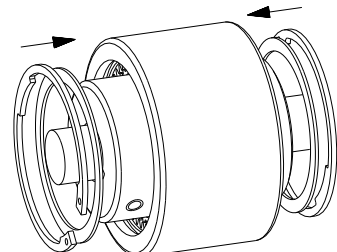

Bild 11
- Setzen Sie die Sicherungsringe in die Nuten der Kupplungshülsen um die Hülse gegen axiales Verschieben zu sichern (siehe Bild 11).